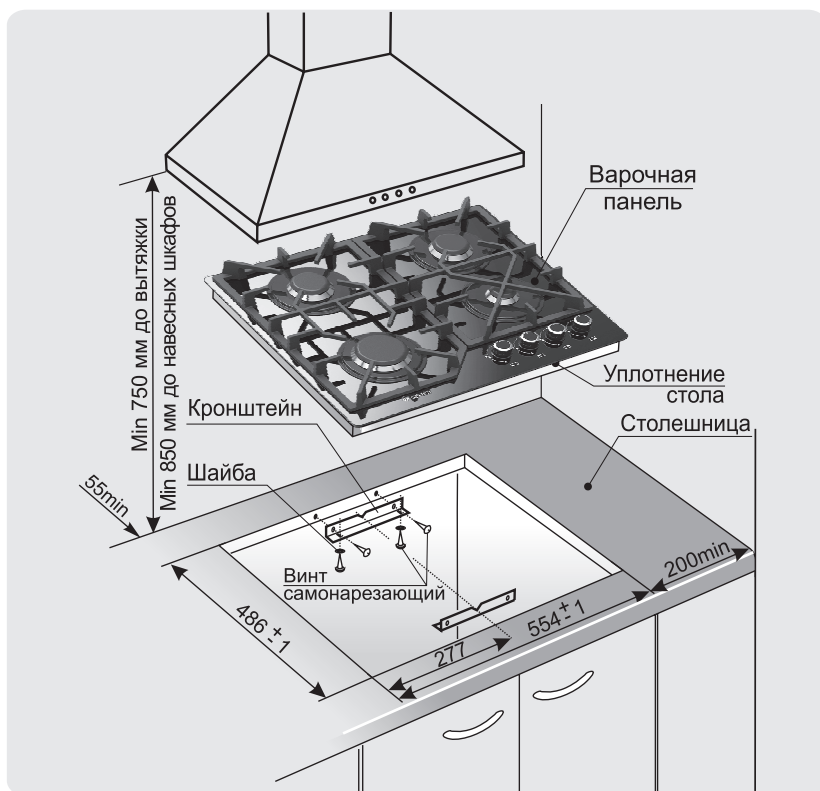

Рис. 5 МОДЕЛЬ ПВГ 2232, ПВГ 2232-01
1. Точно разметить на столешнице контур проема под варочную панель в соответствии с рис. 5, 6, 7, 8.